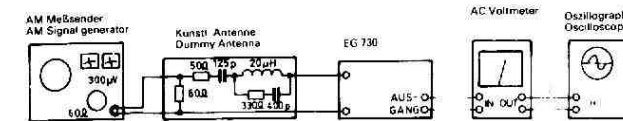

Abb. 4
Meßanordnung gemäß Abb. 4
2.5.1 Meßanordnung gemäß Abb. 4. Zusätzlich DC-Voltmeter am Meßpunkt TP 7 anschließen.